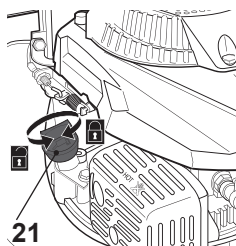

Fig. 9
1. Desaperte e remova a tampa do tanque de óleo (21) (Fig. 9).